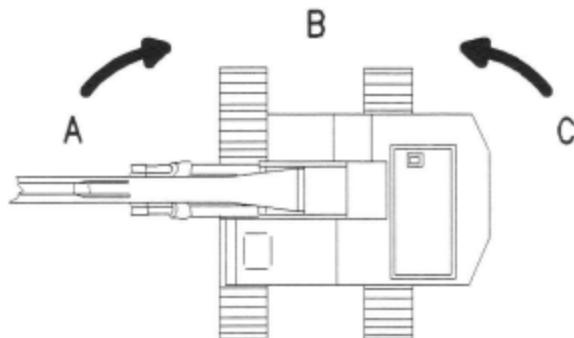

Рис. 13
- a.** Установите поворотную платформу в положение (А). При этом поворотная платформа должна расположиться под углом 90 градусов по отношению к нижней платформе. Смотрите рисунок 13.
- f.** Установите поворотную платформу в положение (С). При этом поворотная платформа должна расположиться под углом 90 градусов по отношению к нижней платформе. Смотрите рисунок 13.